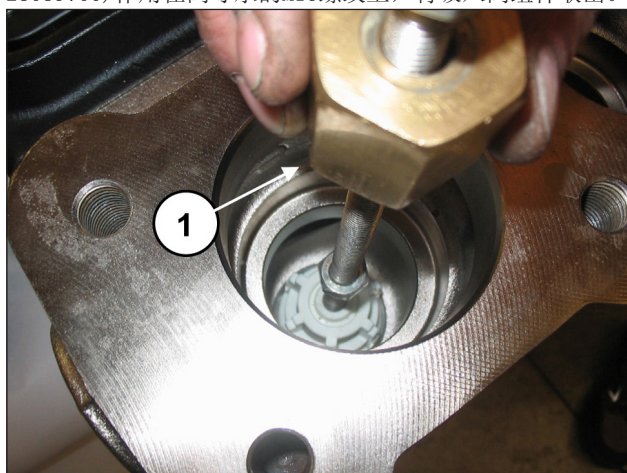

图 105
可将锤头式提取器(代码为 27516400)作用在阀导承的M10孔上(位置①, 图 105), 或用一个M10-M16适配器(代码25089700)作用在阀导承的M16螺纹上, 将吸入阀组件取出。